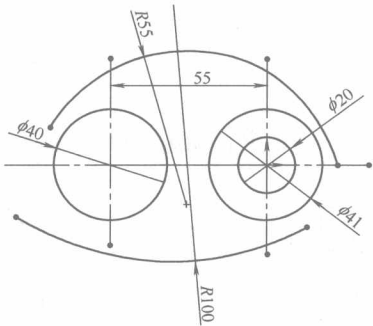

图 1-16
(1) 单击“新建”图标, 新建一“零件”文件，并单击“保存”图标, 保存文件。
(2) 选择状态树中的“前视”，再选择, 此时打开草绘工具栏，然后选择, 打开草绘窗口。绘出圆及圆弧图形，并标注尺寸，如图 1-16 所示。